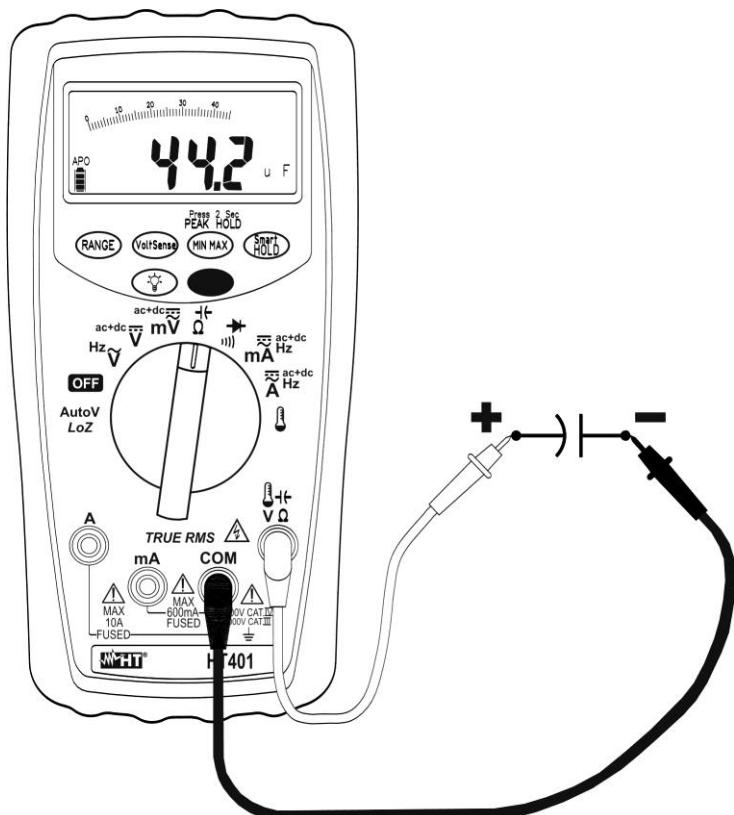

Fig. 9: Medida de Capacidad
5. Posicione las puntas en las puntas del condensador en examen respetando las polaridades indicadas (vea la Fig. 9). El valor de la capacidad se muestra en el visualizador